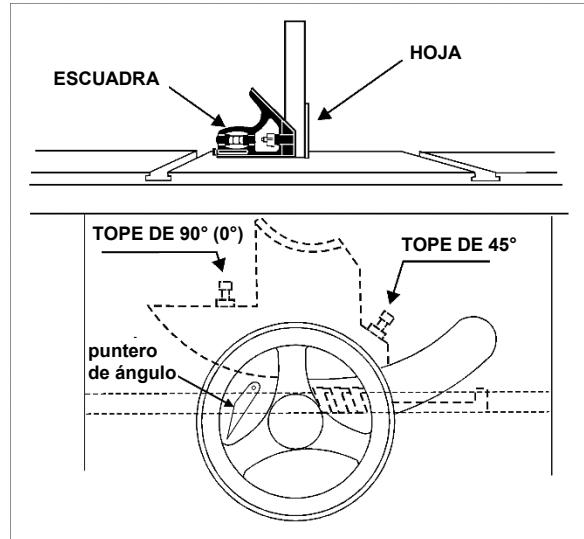

Figura 8-5: topes de la hoja
5. Si es necesario hacer algún ajuste, afloje la tuerca en el tornillo de tope de 90° (Figura 8-5) con una llave de 13 mm, y gire el tornillo a la altura apropiada. Verifique el ajuste y vuelva a apretar la tuerca contra el muñón.
6. Compruebe la posición del puntero en la escala (Figura 8-5). Si es necesario, afloje el tornillo y ajuste el puntero a cero. Vuelva a apretar el tornillo.
Ajuste el tope de 45° mostrado en la Figura 8-5. Confirme el ajuste, y después reajuste la tuerca.